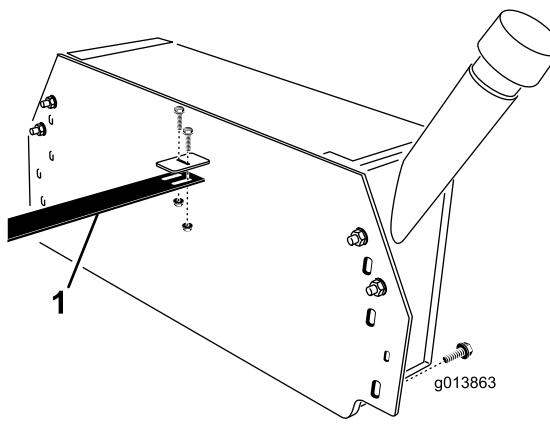

Figura 9
30. Usando dos pernos de 1/4 x 3/4 pulgada y contratuerzas con arandela prensada, sujeté la guía de los manguitos al soporte del depósito hidráulico (Figura 9).